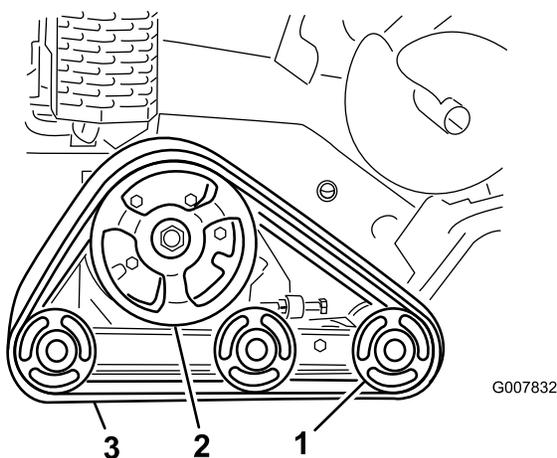

Figura 44
**Importante:** Assicuratevi di pulire a fondo le ruote non motrici e la ruota conduttrice (Figura 44). Quando sono pulite, le ruote non motrici devono girare liberamente.